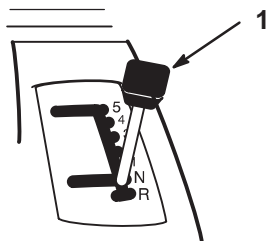

Figure 8
3. Placez le changement de vitesse en position point mort (N) (Fig. 8).